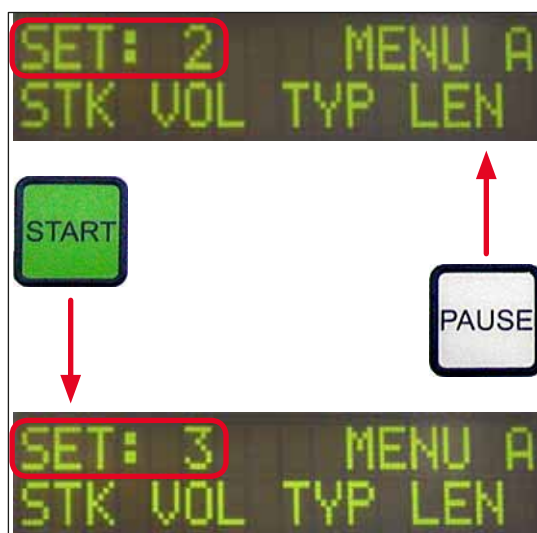

Fig. 39
① I alt er der fire parametersæt (SET 1 til SET 4), som kan gemmes i instrumentet med forskellige parameterindstillinger.
- Et tryk på knappen **PAUSE** åbner det næste højere program (→ Fig. 39).